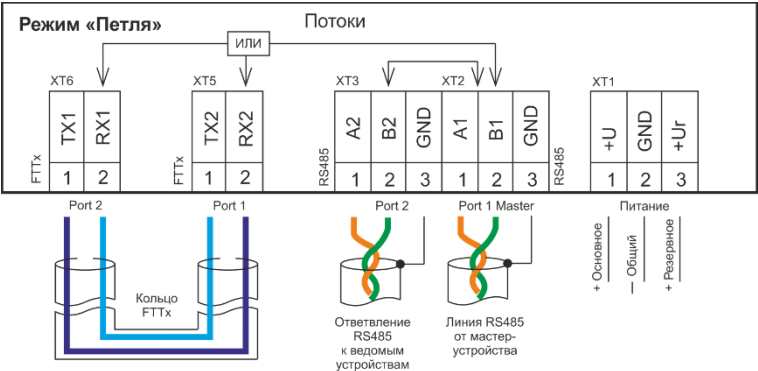

Рис.3. Режим работы «Петля (кольцо)»
5.1 Режим работы «Петля (кольцо)» (см. рисунок 3)